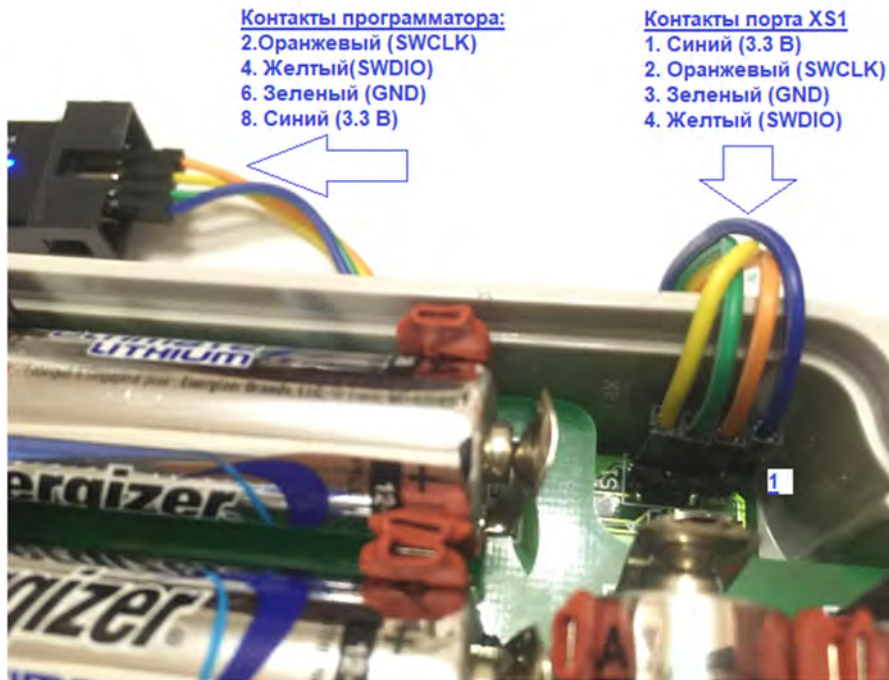
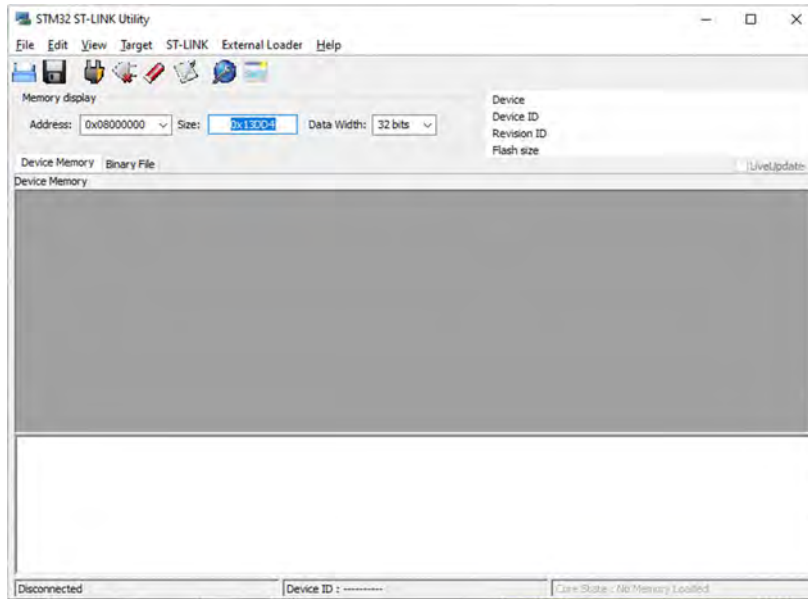

Рис. 2
Рис. 3
3. Подключение к маяку осуществляется через 4-х контактный разъем XS1 (рис. 2)
Далее в компьютер втыкается программатор ST-LINK м2, происходит автоматическое опознавание устройства и настройка драйверов. При успешной установке драйверов на программаторе должен загореться синий светодиод. Далее при выключенном маяке необходимо соединить программатор и маяк через порт XS1 согласно рис. 2. Далее запустить утилиту STM32 ST-LINK (рис. 3)